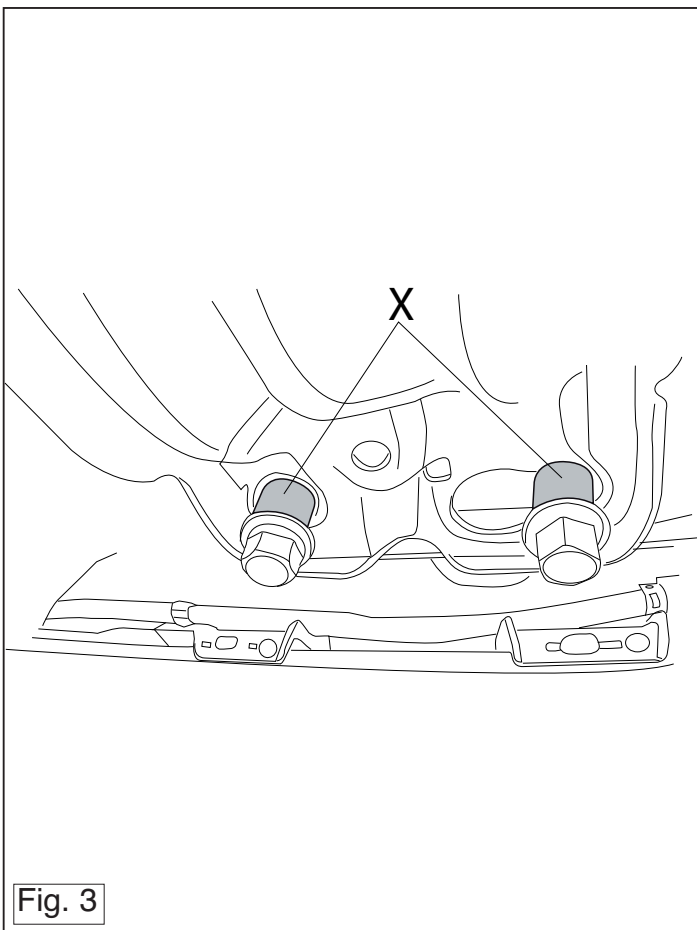

Fig. 3
12. Move the spare wheel. (See fig. 3).
12. Das Ersatzrad montieren. (Siehe Abb. 3).